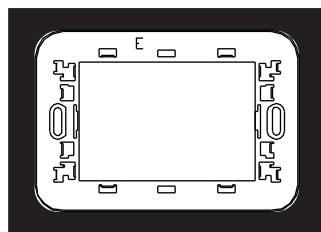

Fig. 7
****** Prima di montare la placca **BTICINO Livinglight Air**, interporre tra la **Cornice portaplacca "E"** e la placca **Livinglight Air**, l'**adattatore** (Cod.2.600.2876) ordinabile su richiesta (Fig. 7).